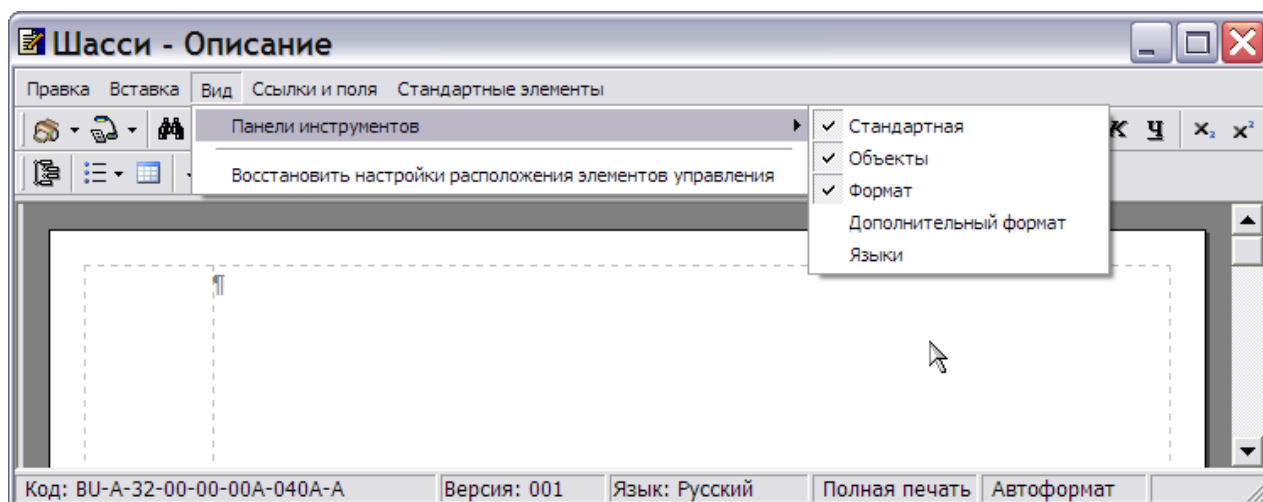

Рис. 5.13
2. В появившемся списке установите/сбросьте флажок рядом с названием соответствующей панели инструментов (Рис. 5.13).